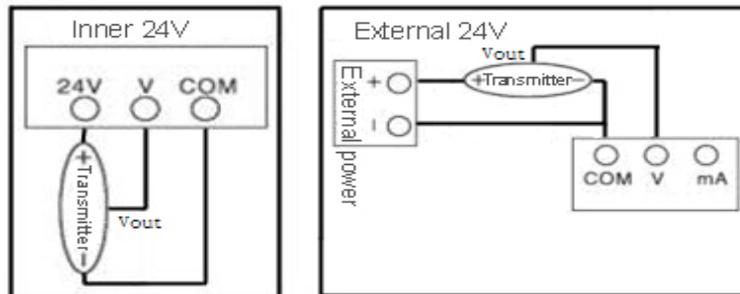

Abbildung 7.6.0
1. Verbinden Sie den Druckmessumformer und das B2i mit derselben Druckpumpe, wobei Sie die interne 24V-Spannung als Beispiel verwenden können. Verbinden Sie die Ausgangsklemme „24 V“ des B2i mit dem roten Kabel mit der „+“-Klemme des Messumformers. Verbinden Sie die „COM“-Eingangsklemme des B2i mit der „-“-Klemme des Messumformers. Verwenden Sie dazu das schwarze Kabel. Verbinden Sie die „V“-Eingangsklemme des B2i mit der Signalausgangsklemme des Senders „Vout“ mit einem Stylus-Kabel (elektrische Verbindung siehe Abbildung 7.6.0). Für eine externe 24-V-Spannungsversorgung: Siehe die rechte Abbildung.